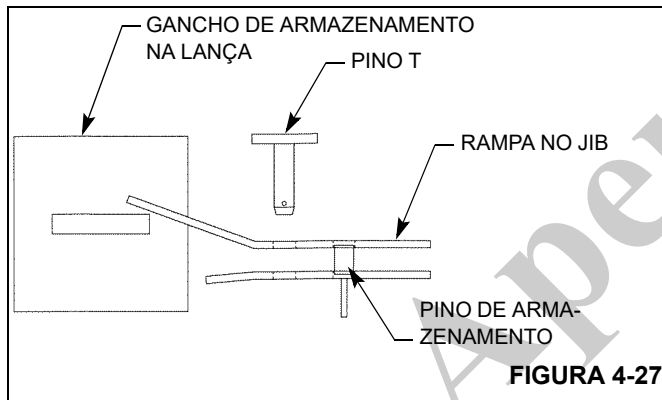

FIGURA 4-27
8. Retraia a lança lentamente. Observe o alinhamento do gancho de armazenamento e do conjunto de trava conforme a lança é retraída, Figura 4-27.